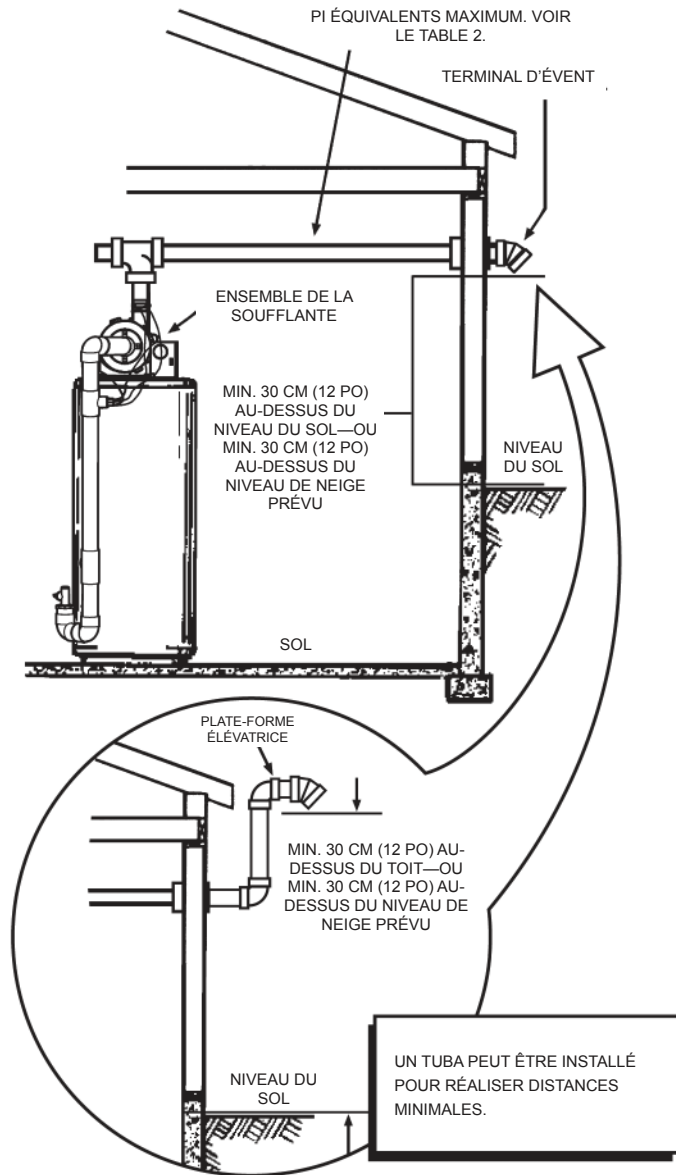

FIGURE 20.
S'il est nécessaire d'obtenir un dégagement minimal de 12 po (30 cm) au-dessus du plus haut niveau de neige prévu, installer une plate-forme élévatrice tel qu'illustré dans la portion du bas de la Figure 20.
1. La terminaison de ventilation doit être d'un minimum de 12 po (30 cm) au-dessus du toit ou 12 po (30 cm) au-dessus du niveau de neige prévu pour prévenir le blocage de la terminaison de ventilation, tel qu'illustré aux Figures 20 et 21.